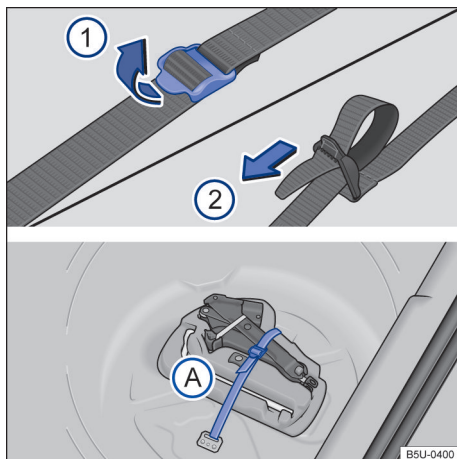

Fig. 124 No compartimento de bagagem: cinto de fixação da caixa de ferramentas e caixa de ferramentas de bordo.
Para soltar a cinto de fixação → Fig. 124 (A), puxar a fivela no sentido da seta ①.